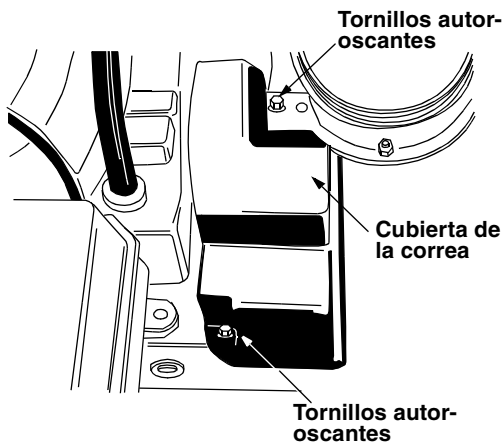

Figura 24
- Extraiga la cubierta plástica de la correa en la parte delantera del motor extrayendo los dos tornillos autoroscantes. Vea la Figura 24.